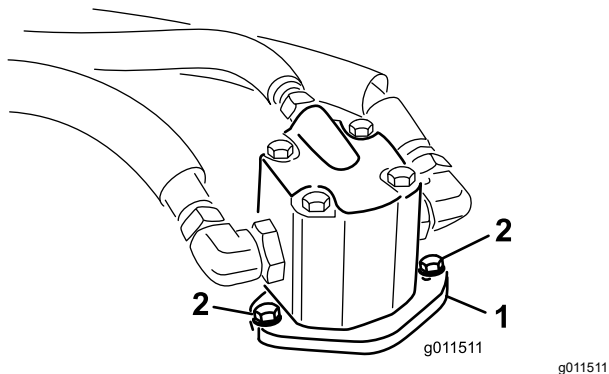

Рисунок 114
4. Снимите болты крепления гидромотора к режущему блоку (Рисунок 114).